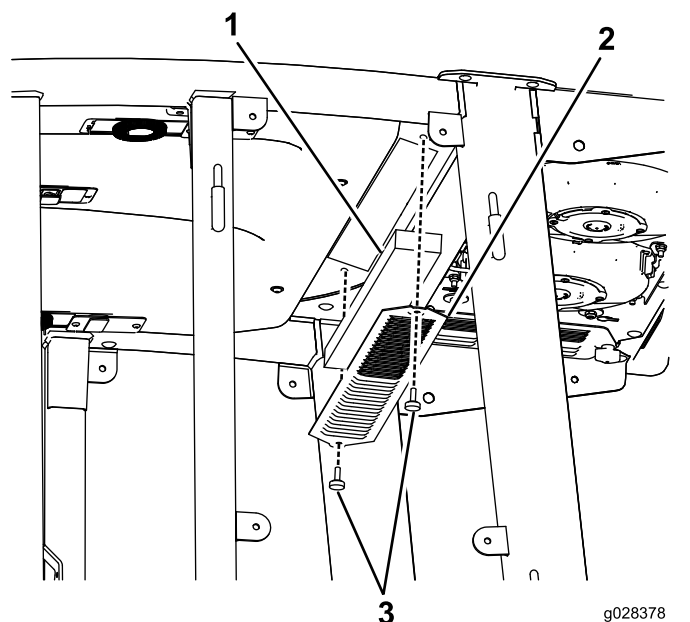
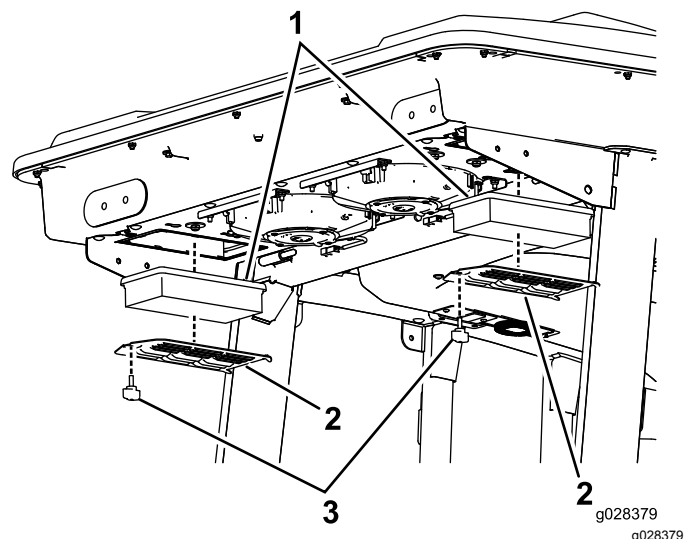

Figure 79
Figure 80
1. Retirez les vis et les grilles qui couvrent les filtres à air intérieur et arrière de la cabine (Figure 79 et Figure 80).